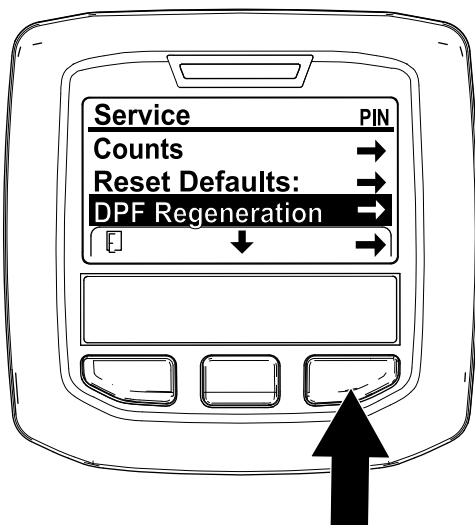

Figura 40
1. Acceda al menú Service (Servicio), pulse el botón central para desplazarse hacia abajo, hasta la opción DPF REGENERATION (Regeneración de DPF) (Figura 40).
2. Pulse el botón derecho para seleccionar la opción DPF Regeneration (Regeneración de DPF) (Figura 40).